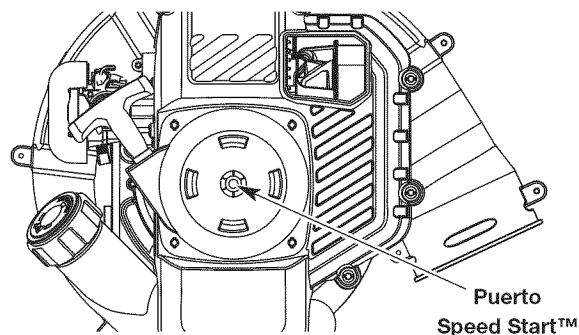

Fig. 10
7. **NO** apriete el control del acelerador. Coloque el accesorio Speed Start™ en el puerto Speed Start™ (Fig. 10). Consulte la sección *Operación* del manual del operador del accesorio Speed Start™.